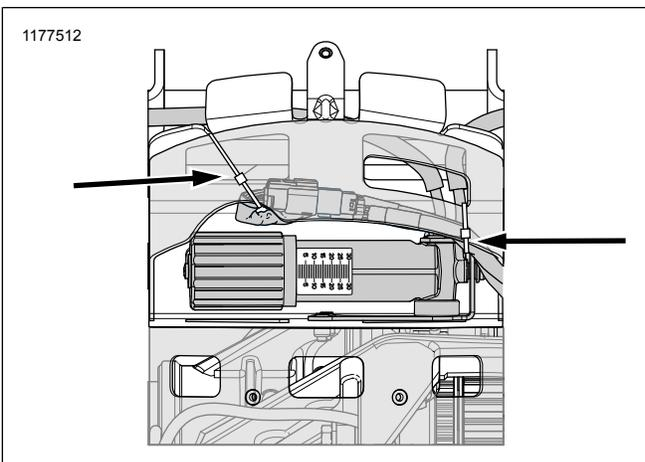

Figure 4. Emplacements des attaches de câble (typique)
18. Consultez Figure 4 . Réacheminez le faisceau de câble comme illustré et fixez-le à l'aide de sangles de câble.